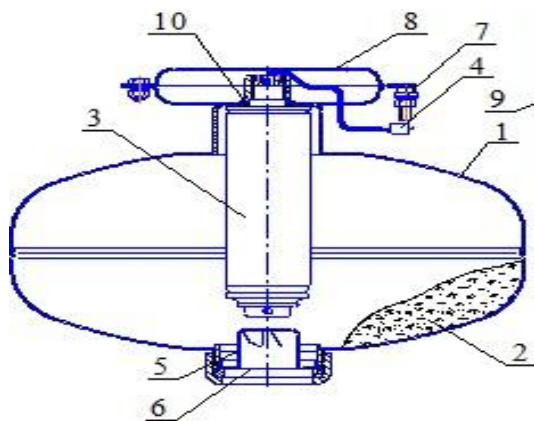
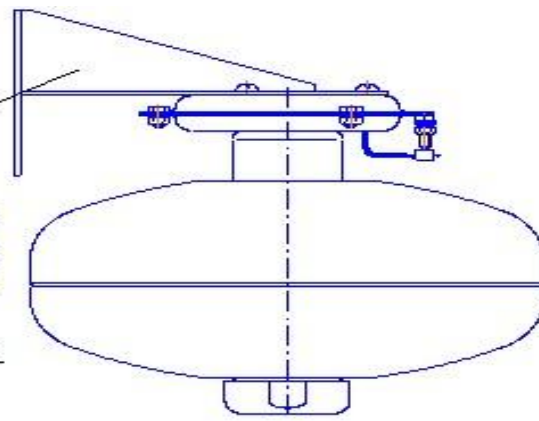
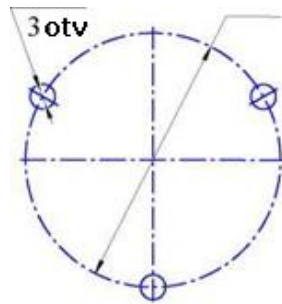

Bild 1
Bild 2
Bild 3
4.1 MPH (Bild 1. und Bild 2.) besteht aus dem Druckkörper **1**, der folgendes beinhaltet: Löschpulver (HP) **2** und Kaltgasgenerator (GSP) **3** mit Elektrozünder **4**. In der vorderen Seite der Haube befindet sich der Zerstäuber Einsatz **5**, sowie die Ausgangsöffnung, die mit einer Membrane abschließt **6**. Das Modul ist ausgerüstet mit einer Erdungsklemme **7**. Der obere Teil des MPH ist ausgerüstet mit einem Halter **8**, der bestimmt ist für die Deckenbefestigung (Bild 1) oder Halter **9**, der bestimmt ist für die Wandbefestigung (Bild 2).
4.3 Nach erhaltenem Elektroimpuls auf den elektrischen Ausgangschalter 4GSP 3 (Bild 1,2) wird der Gasgenerator aktiviert und erzeugt ein Kaltgas das das Innere des Behälters unter Druck setzt. Sobald der nötige Druck vorhanden ist, öffnet die Membrane 6 und das Löschpulver tritt durch den Zerstäuber 5 aus dem Modul aus.
6.2 Die Aufhängung 8 kann unter der Decke (Bild 1) oder die Aufhängung 9 (Bild 2) kann an der Wand angebracht werden. Bitte markieren Sie die Stellen für die Befestigung der Aufhängung wie auf dem (Bild 3) und an der Wand gem. (Bild 4) dargestellt.